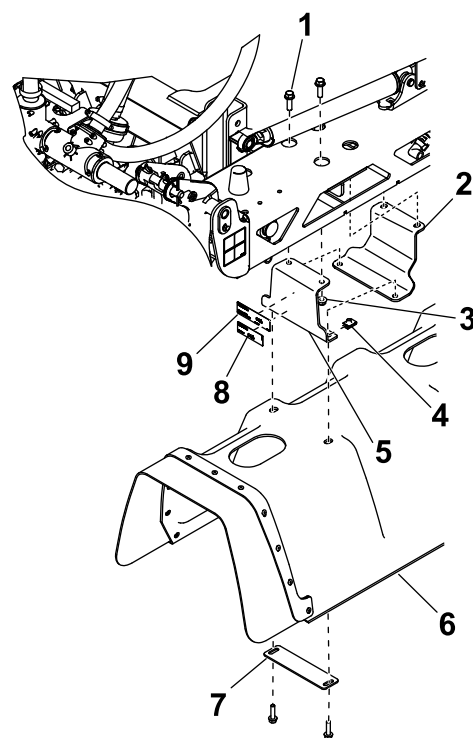

Figura 8
Applicate l'adesivo del modello/numero di serie e quello di legge ad una delle staffe della barra centrale come mostrato nella Figura 8.
1. Installate le 2 staffe centrali e le piastre di supporto della barra alla barra centrale utilizzando 2 bulloni a testa esagonale (3/8" x 1 1/4") e 2 dadi flangiati (3/8") come mostrato nella Figura 8.
2. Installate la copertura centrale sulle staffe della barra centrale utilizzando 4 dadi a U, 2 rondelle piatte e 4 bulloni a testa esagonale (5/16" x 1 1/4") come mostrato nella Figura 8.